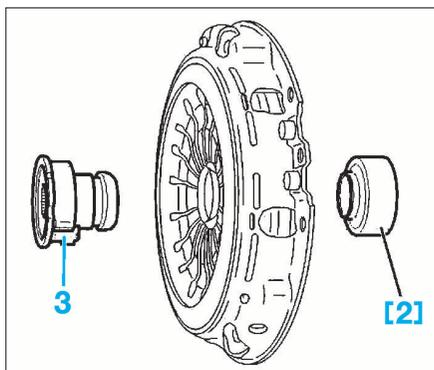

FIG. 3
- Déposer la butée d'embrayage (3) à l'aide de l'outil [2] (Fig.3) (servant à comprimer le jonc de cliппage).